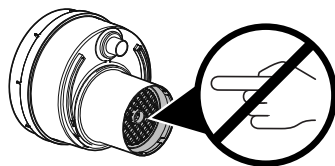

Figura 1 – Non danneggiare il materiale di filtraggio
- **NON** toccare il materiale di filtraggio (Figura 1). Il materiale di filtraggio filtra l'aria evacuata dal(i) contenitore(i) di raccolta dei fluidi dell'Unità mobile prima che l'aria stessa venga sfatata. Il mancato rispetto di questa avvertenza può causare danni al materiale di filtraggio e provocare lesioni al paziente e/o al personale sanitario.